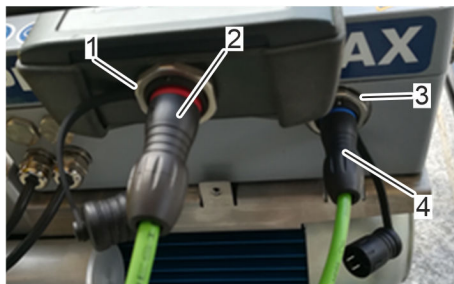

Abb. 40: Adapterkabel anschließen
1. ➤ Rote Buchse des Adapterkabels (Abb. 40/2) mit der Bedieneinheit (BE) (Abb. 40/1) verbinden.
2. ➤ Blauen Stecker des Adapterkabels (Abb. 40/3) in die Dokumentations- und Serviceschnittstelle des Hydraulikaggregats (Abb. 40/4) stecken.